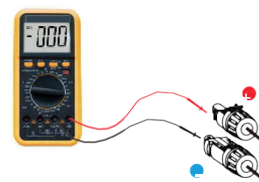

Figura 4.16 Medição do multímetro
4. Na parte superior do conector e aperte a porca com o torque de 3-4 Nm (veja a Figura 4.16)